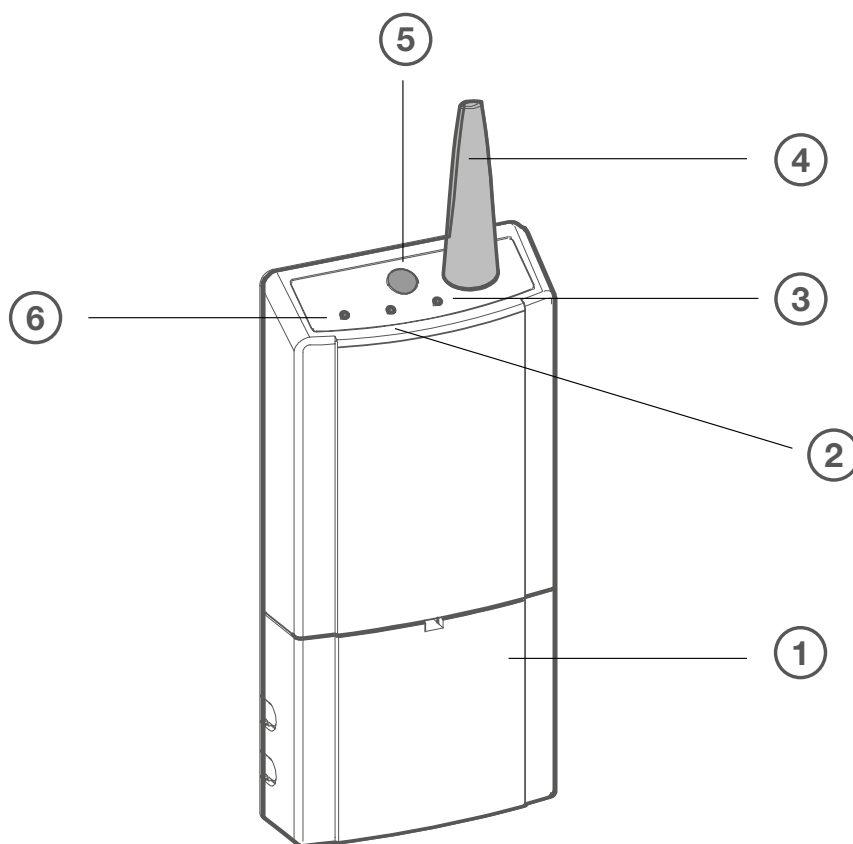

Bild 2: Geräteaufbau
- Empfänger möglichst nicht im Funkschatten metallischer Gebäudeteile platzieren, Sender/Empfänger nicht hinter metallischen Flächen bzw. in metallischen Gehäusen montieren. Die Rückseiten metallischer Gebäudeteile wie Pfeiler, Deckenträger oder Feuerschutztüren bilden Funkschatten (s. Bild 2). In einem solchen Schatten montierte Empfänger können keine Signale auf direktem Weg erhalten und sind auf den Empfang reflektierter Funkwellen angewiesen.